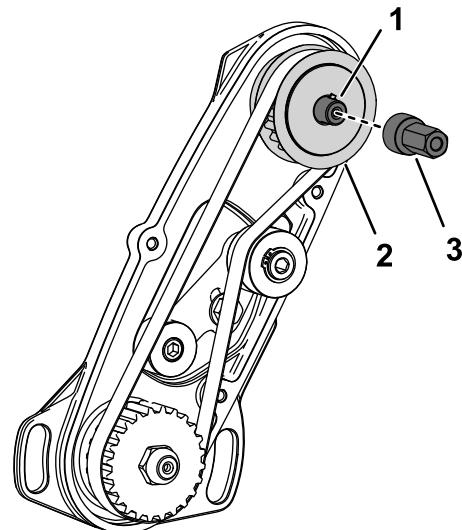

Рисунок 5
- Установите ступицу привода заточки обратным вращением на вал привода барабана (Рисунок 5).